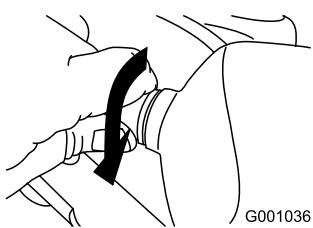

Figure 55
- Tournez l'embase de l'ampoule dans le sens horaire jusqu'à ce qu'elle soit bien vissée (Figure 55).